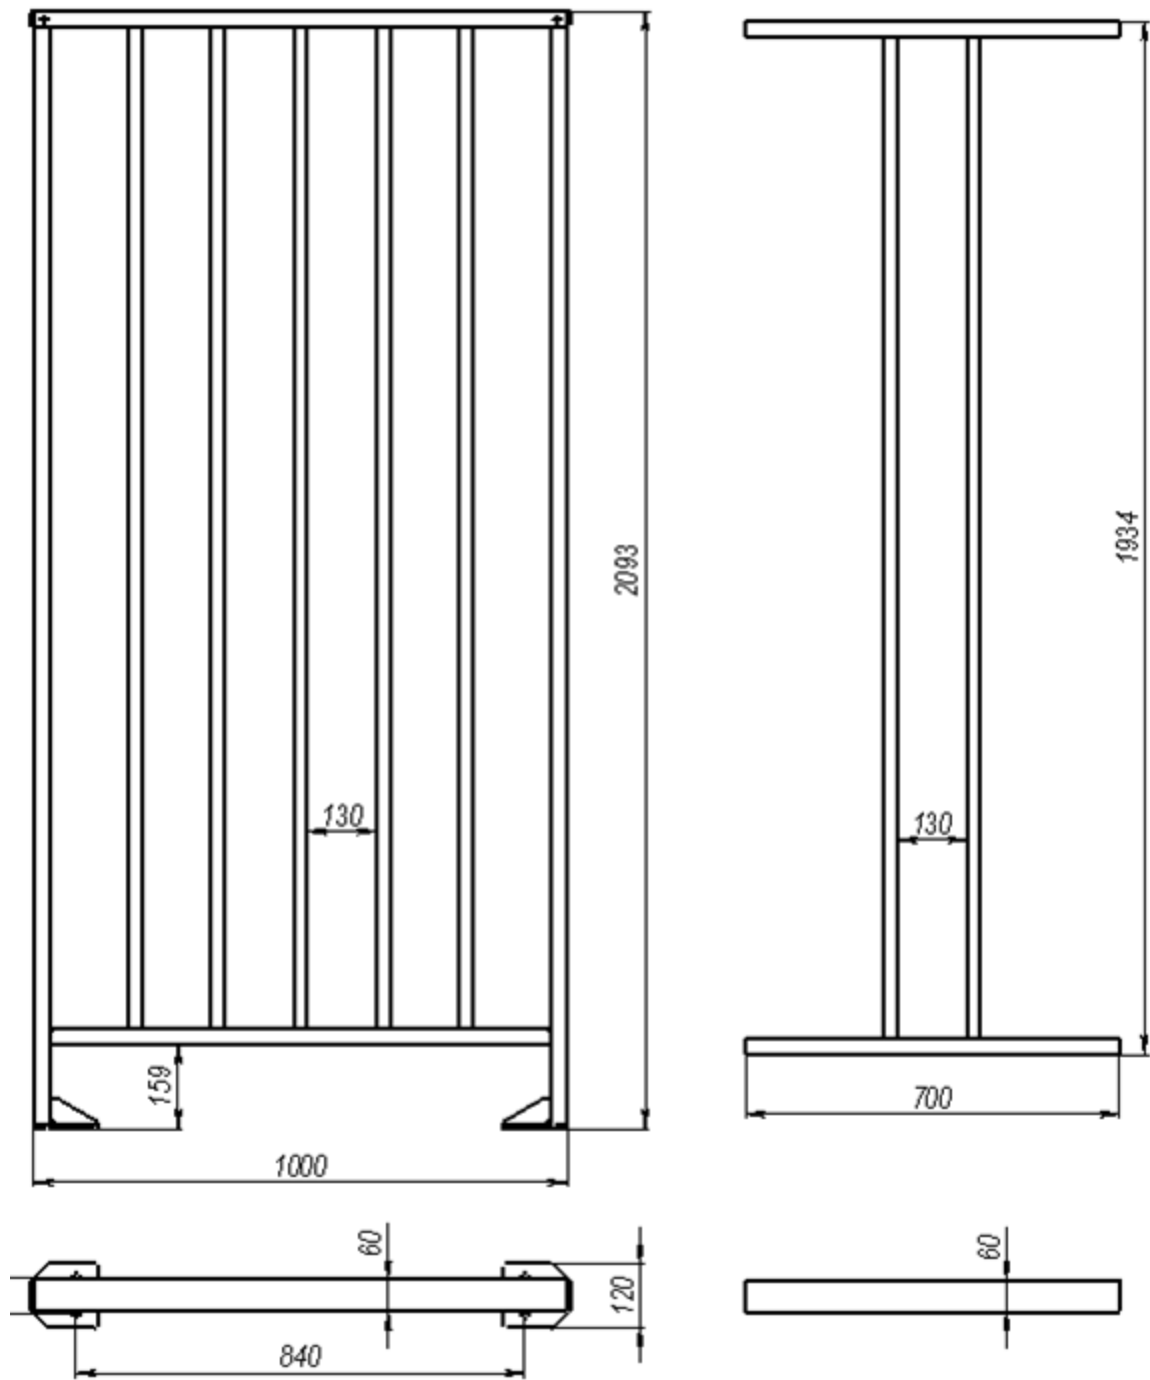
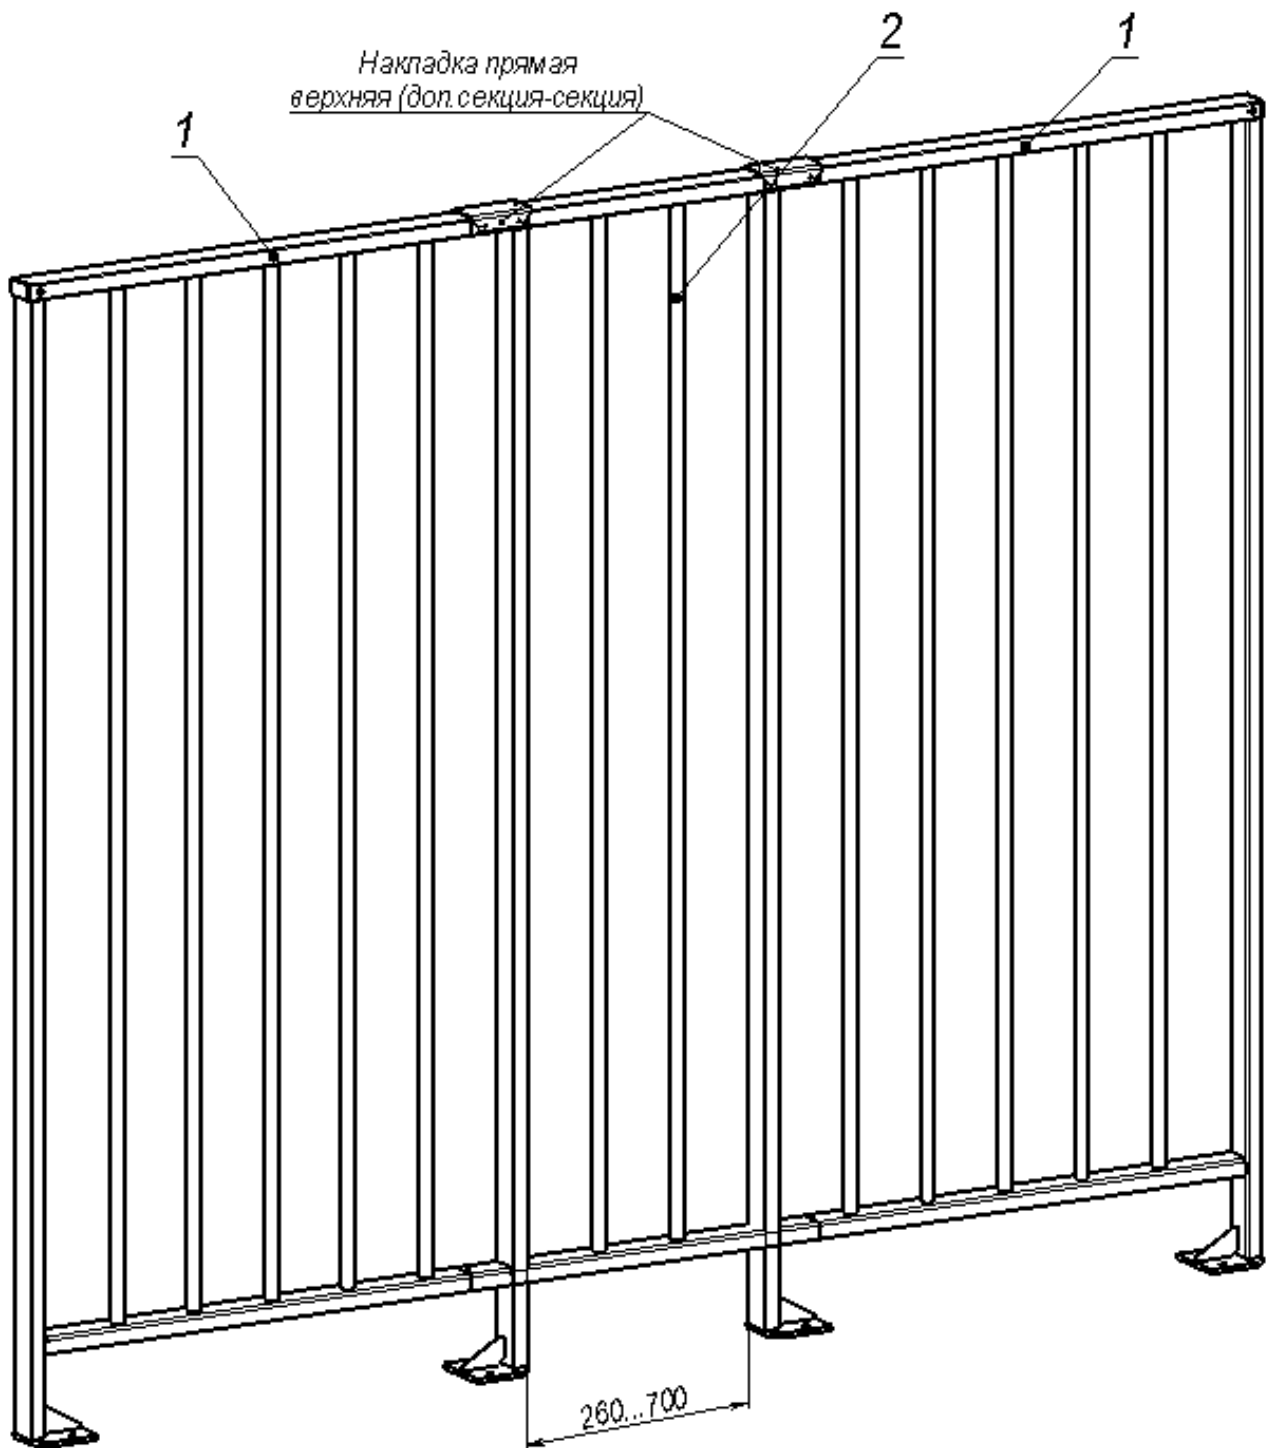

Рисунок 1. Общий вид и габаритные размеры основной *PERCo-MB-16R* и дополнительной *PERCo-MB-16D* секций ограждения³
Рисунок 2. Вариант использования ограждения:
Общий вид и габаритные размеры секций ограждения показаны на рис. 1. Варианты использования секций ограждения и соединительных элементов показаны на рис. 2, 3 и 4.
6. Дополнительную секцию ограждения подрежьте в размер по месту. При необходимости допускается уменьшение длины дополнительной секции до 260 мм (см. рис. 2).